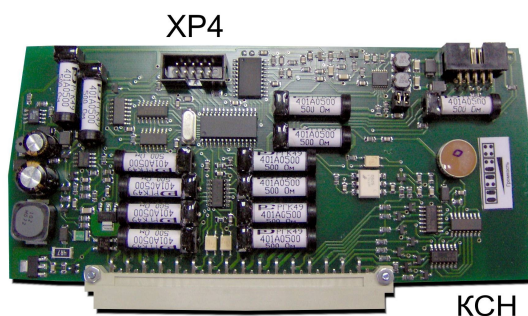

Рисунок 17 - Внешний вид КСН и разъема ХР4
4) Подключить кабель связи к разъему ХР4 КСН (рисунок 17).